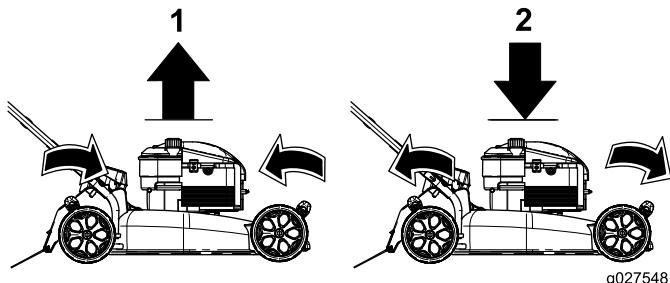

Figure 13
**Remarque:** Pour éléver ou abaisser la machine, déplacez les leviers de hauteur de coupe comme montré à la Figure 13.